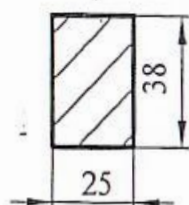

Рис.1
6.6 Выполнить отверстия в удобном для водителя месте для установки переключателей управления ЭСП (см. рис.1).